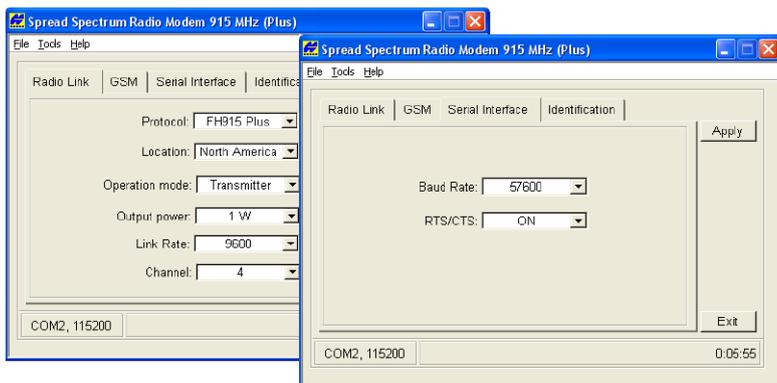

Figura 3-2. Applicazione dei parametri relativi alla velocità di collegamento e di trasmissione
3. Nella scheda *Radio Link*, impostare i seguenti parametri (Tabella 3-1) e fare clic su **Apply** (Figura 3-2 a pag. 3-6).
4. Nella scheda *Serial Interface*, selezionare i seguenti parametri per la velocità di trasmissione, quindi fare clic su **Apply** (Figura 3-2).